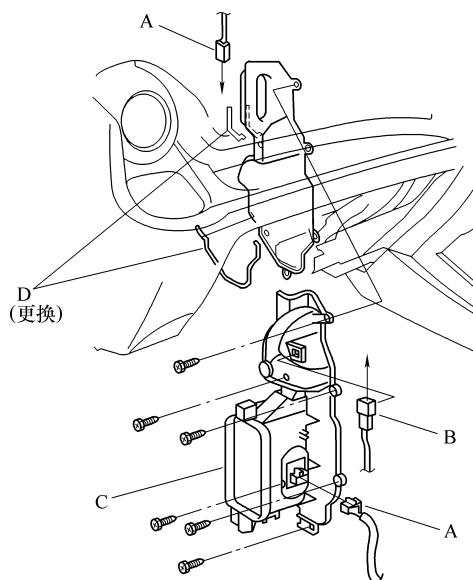

图 3-15 拆下蒸发器外部密封部件
8) 从蒸发器温度传感器和鼓风机电阻上断开插接器 A，然后拆下插接器卡扣 B。拆下自攻螺钉、膨胀阀盖 C 和密封件 D，如图 3-15 所示。